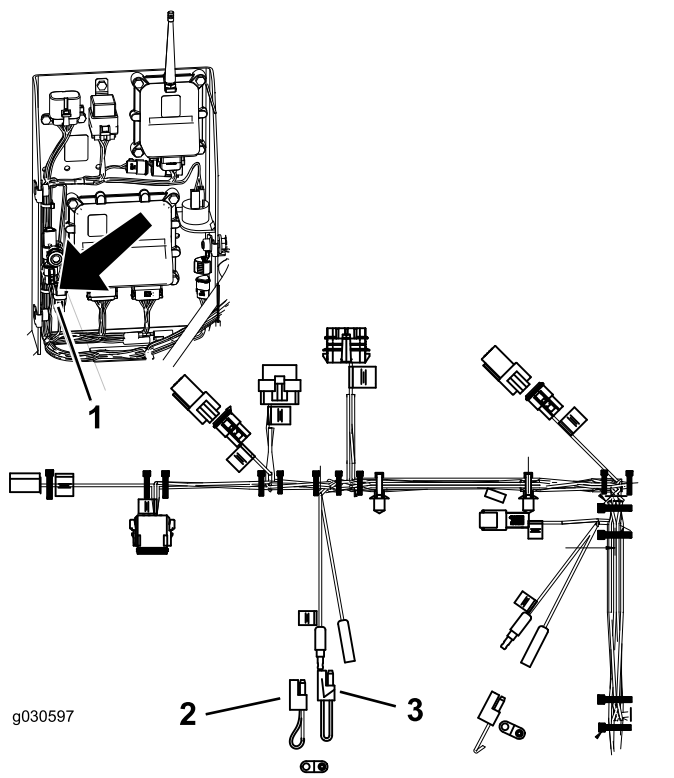

Bild 32
2. Ziehen Sie die zwei Kabelverbindungen vom Kabelanschluss ab, der in Bild 32 abgebildet ist.